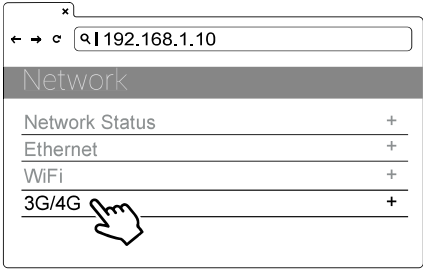

Figura 38. Selección de la red
4) Seleccione: SET | Network | 3G/4G. Véase la figura 38.